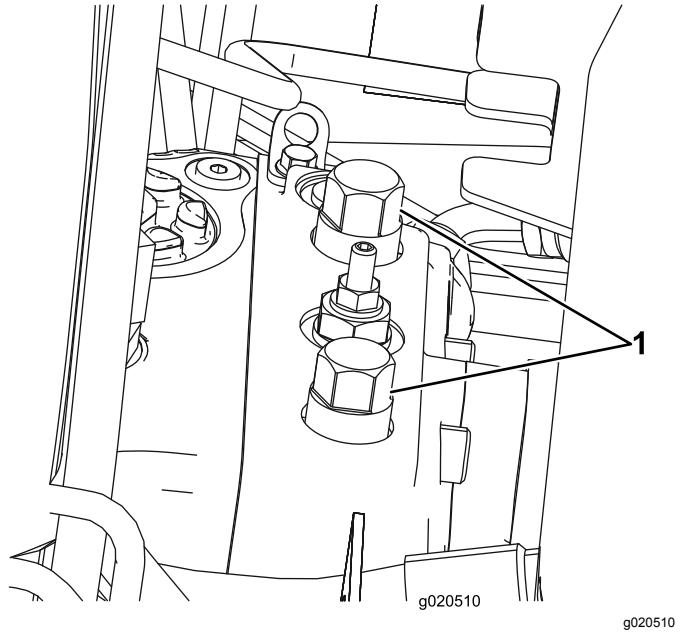

図 43
1. フードを開け、バッテリーボックスの後ろにあるポンプの上面についているバイパスバルブを探し出す図 43。